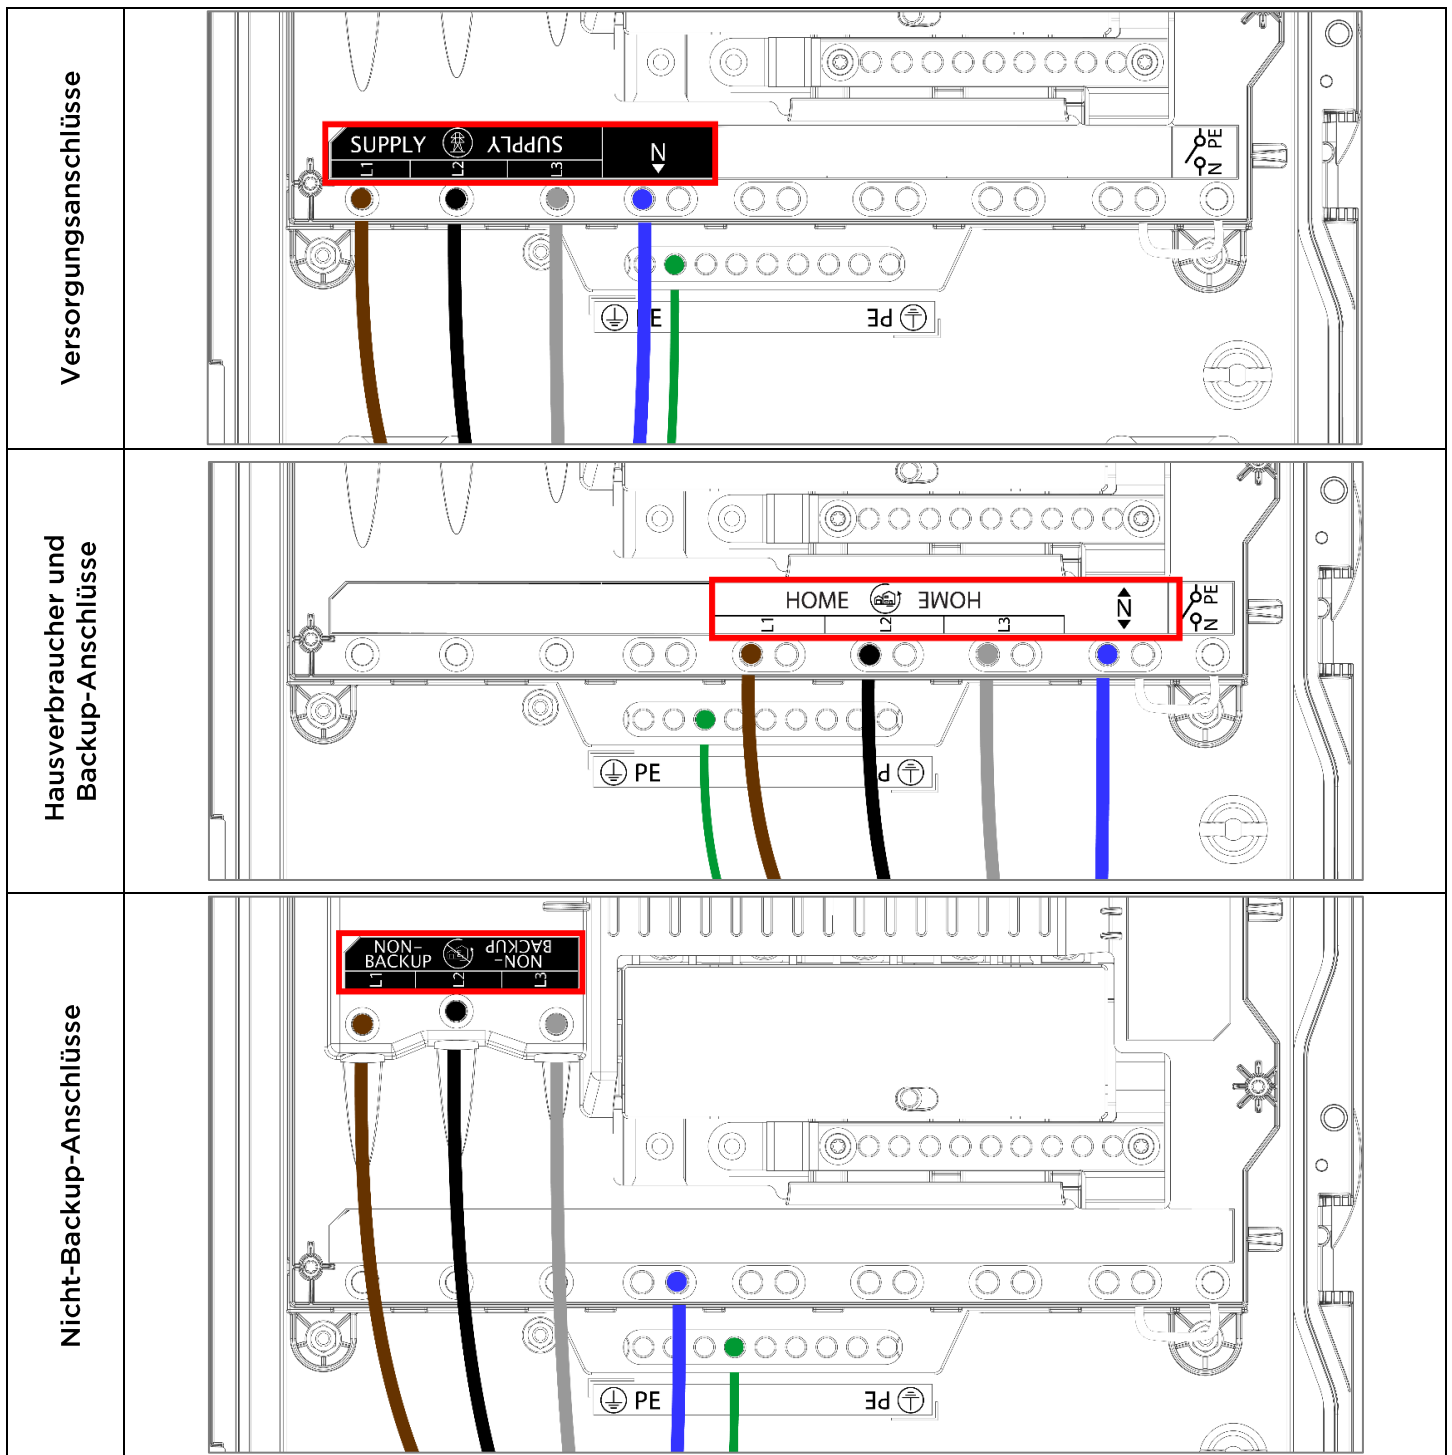

Abbildung 10: Drahtanschlüsse
1. Schließen Sie die Hauptversorgungsleitung gemäß Abbildung 10 und der beigefügten Tabelle an die Versorgungsanschlüsse des Backup Gateway an.
2. Schließen Sie die Lasten gemäß Abbildung 10 und der beigefügten Tabelle an die Backup-Anschlüsse des Backup Gateway an.
4. Schließen Sie die Kabel der Nicht-Backup-Lasten gemäß Abbildung 10 und der beigefügten Tabelle an die Nicht-Backup-Anschlüsse des Backup Gateway an. Alle daran angeschlossenen Stromkreise werden bei Trennung vom Stromnetz nicht versorgt. Während des Netzbetriebs werden diese Stromkreise von den Stromzählern vor Ort erfasst, ohne dass zusätzliche Stromzähler erforderlich sind.